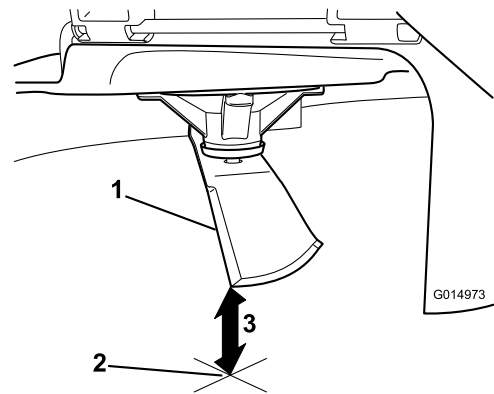

Figura 60
5. Meça da ponta da lâmina até à superfície plana (**Figura 60**).